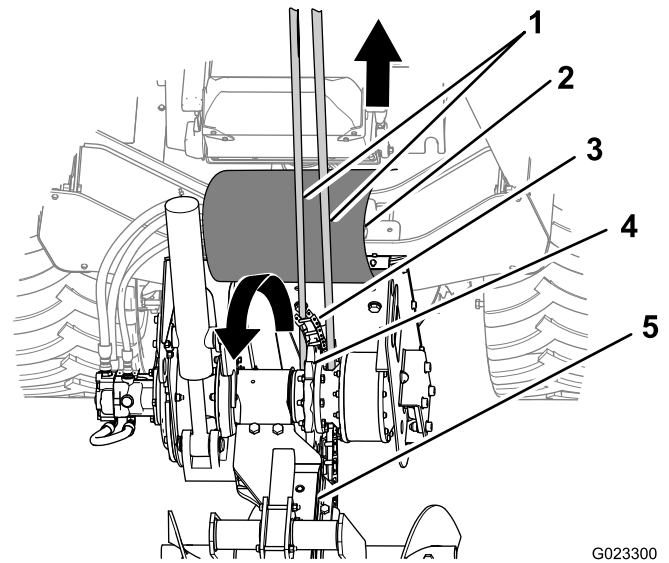

Figure 45
1. Passez les extrémités de la sangle de levage en avant du moyeu du pignon, de chaque côté du pignon d'entraînement, et vers le haut après le déflecteur de poussière (Figure 45).
2. Attachez les extrémités de la sangle de levage au matériel de levage, et levez l'extrémité de la chaîne jusqu'à ce que les goupilles d'entraînement s'engagent dans le pignon d'entraînement (Figure 45).